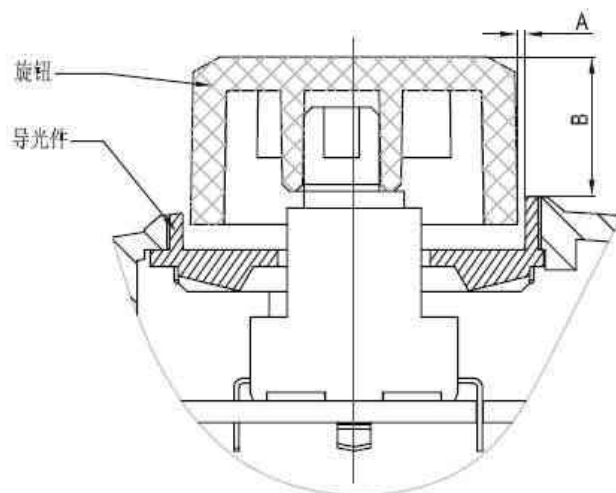

图10-1
1. 旋钮与对应装配件的设计配合单边间隙为 $A \geq 0.50\text{mm}$ ，如图 10-1 所示；